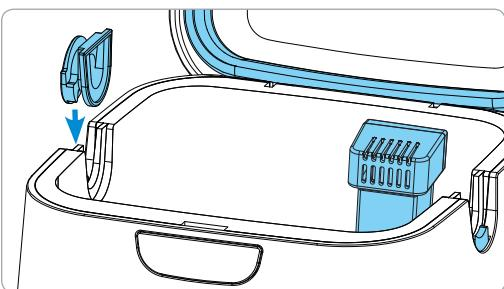

Figura 6.
2. Installare la spina rimovibile per la scanalatura del tubo in una scanalatura aperta (figura 6).
Orientare la spina rimovibile per la scanalatura del tubo come mostrato nella figura 6. Il lato rotondo della spina rimovibile per la scanalatura del tubo si trova al di fuori di SoClean 2.